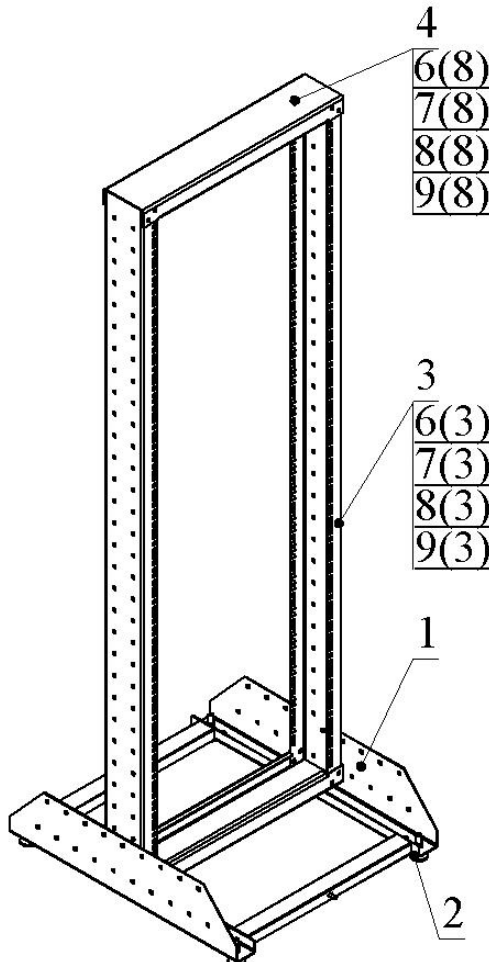

Рис.1 Стойка однорамная
Произвести сборку изделия. Номера позиций на рис. 1, 2 соответствуют порядковым номерам, указанным в разделе 3.
4.4. Установить рамы на основание в местах, указанных на рис. 1, 2 и зафиксировать их крепежными деталями поз. 6, 7, 8, 9 по 6 шт каждой.
4.7. Подсоединить стойку ОМС к общему контуру заземления, посредством шпильки заземления, расположенной на основании поз. 1 (см. рис. 1, 2)